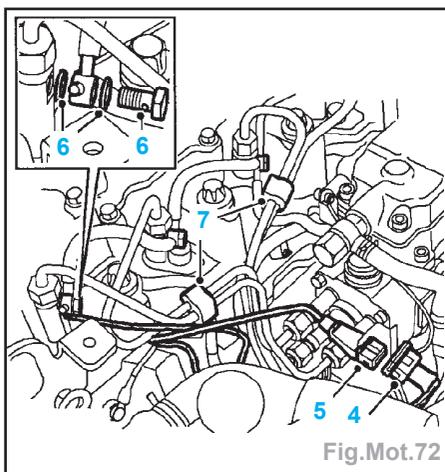

Fig.Mot.72
- Débrancher la fiche multibroches (4) du faisceau moteur du capteur de levée d'aiguille (Fig.Mot.72).